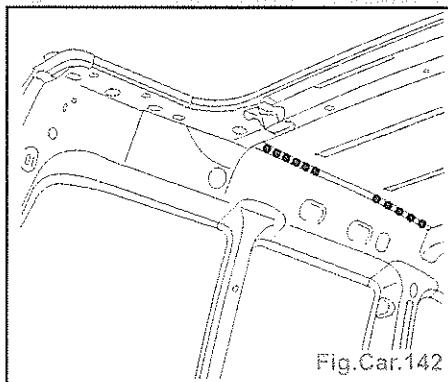

Fig.Car.142
- Souder par points bouchons au MAG ou MIG (Fig.Car.142).